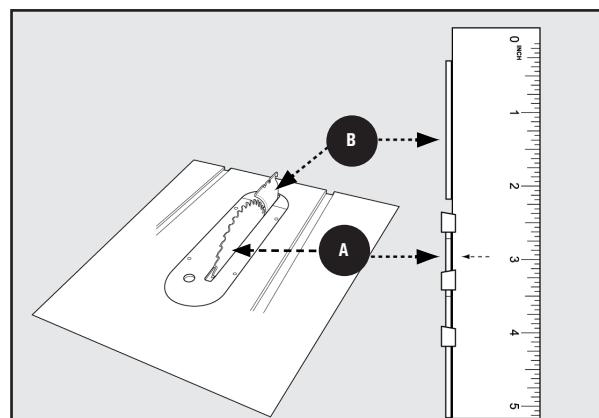

Figure 39
- Alignement horizontal :** Placez un bord droit sur la table contre la face de la lame **A** et assurez-vous qu'il s'étende le long **B** du couteau diviseur, comme le montre la Figure 39. Le couteau diviseur **DOIT** à peine toucher le bord droit. Assurez-vous que le bord droit passe entre les dents et repose sur la face de la lame et le couteau diviseur pour un alignement correct.